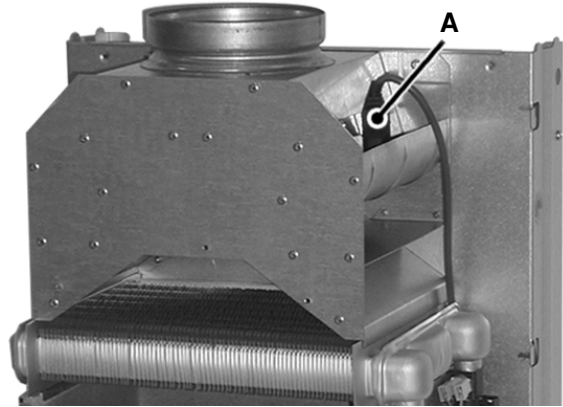

fig.4
- Dispositivo controllo fumi **A** (fig.4)